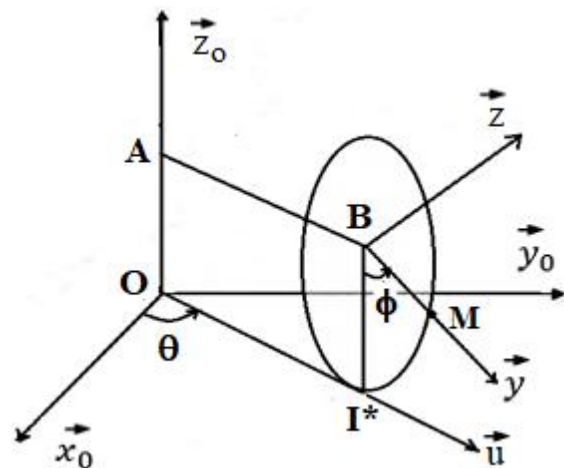

Figure.4
On considère (fig.4) le système (S) formé d'une tige horizontale AB de longueur a , et d'un disque circulaire vertical perpendiculaire à AB, de centre B, de rayon R , en mouvement dans un repère fixe $R_0 (O, \vec{x}_0, \vec{y}_0, \vec{z}_0)$.